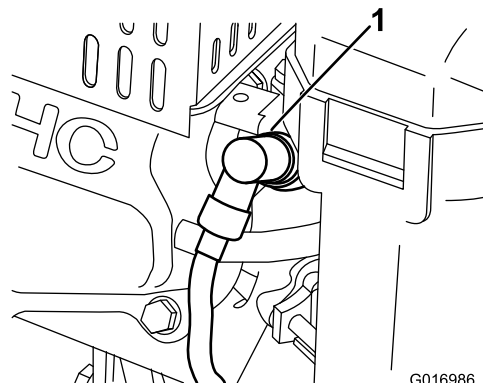

Figure 30
- Débranchez la bougie (Figure 30).